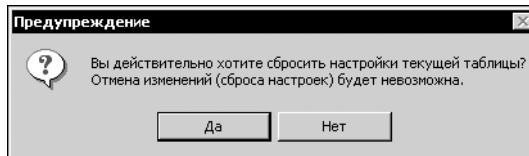

Рис. 21.18. Сброс настроек таблицы
5. В открывшемся окне **Предупреждение** (рис. 21.18) нажмите кнопку **Да**.